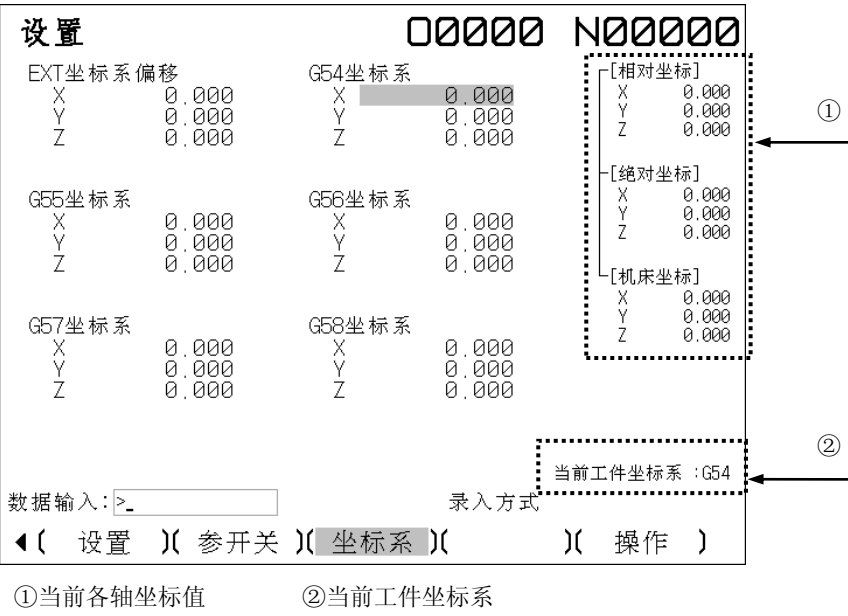

图 11.12-1 设坐标系
当前工件坐标系模式显示在屏幕右下方。如图 11.12-1 中标注②所示。